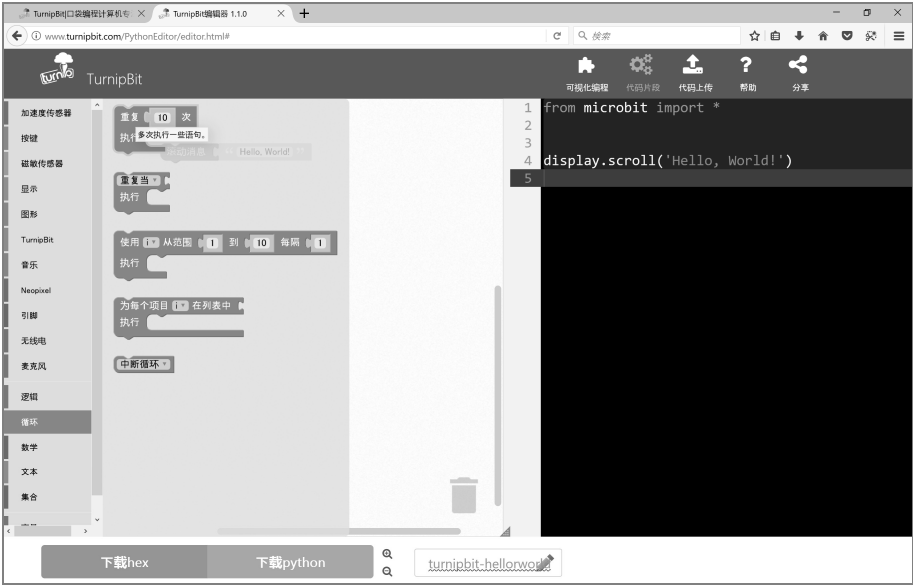

图 2-7 使用“循环”块
① 在左侧的块选择区找到“循环”块，用鼠标选中，拖曳至模块编辑区，如图 2-7 所示。